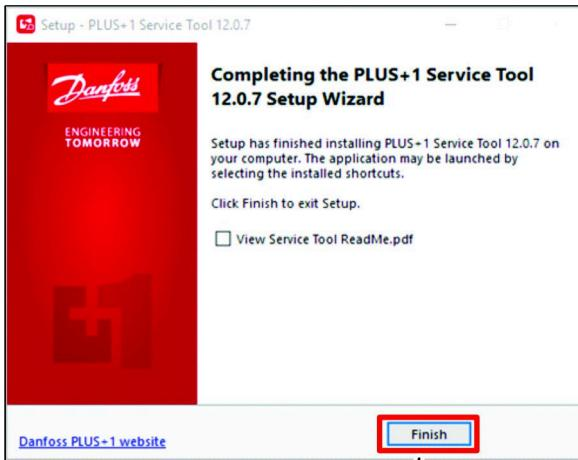

Figura 28
9. Na caixa de diálogo Completing Service Tool Setup Wizard (assistente de instalação), clique em FINISHED (concluído) (Figura 28).